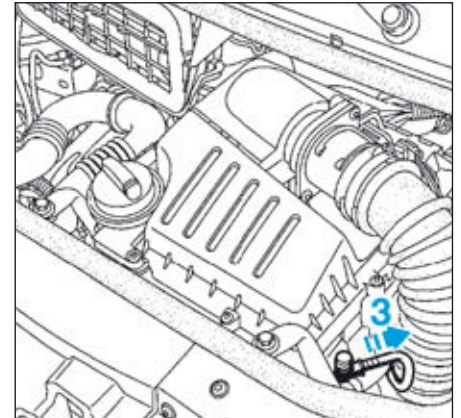

FIG.38
- Déclipper l'embout de purge du circuit d'alimentation en carburant (3) (Fig.38).